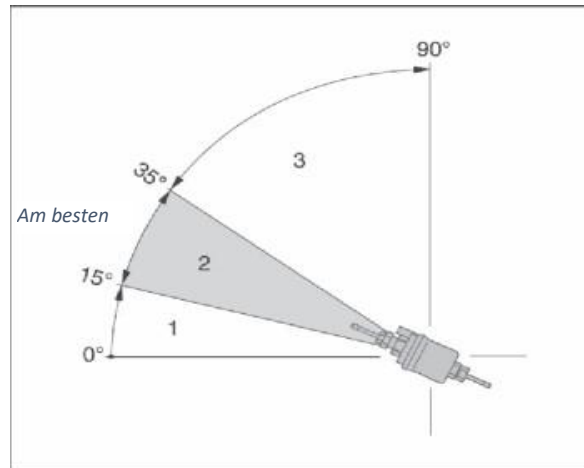

Abbildung 7
- 6.3.13 Die Länge der Kraftstoffleitung vom Kraftstoffauslass des Kraftstofftanks zur elektromagnetischen Pumpe sollte nicht mehr als 1 m betragen. Die Kraftstoffleitung von der elektromagnetischen Pumpe zum Heizgerät sollte nicht länger als 9 m sein. Die elektromagnetische Pumpe sollte horizontal montiert werden (am besten mit einer Neigung von 15° bis 35° nach oben, jedoch nicht nach unten), siehe Abbildung 7.